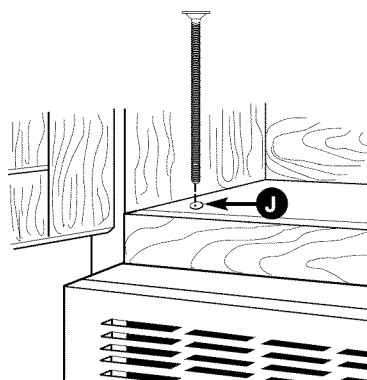

Figura 31
3. Luego inserte el tornillo a través de cada uno de los agujeros en la parte inferior del gabinete superior. Vea la **Figura 31**.